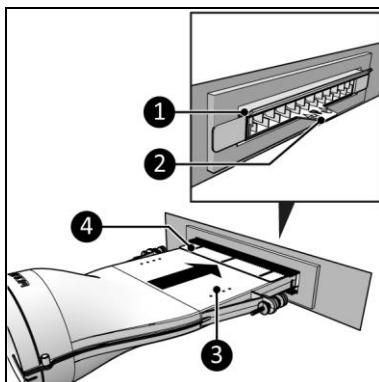
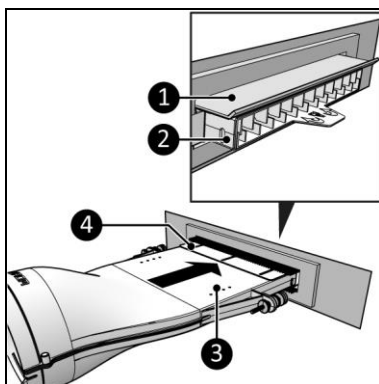
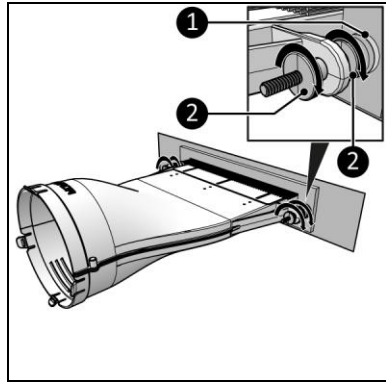

Abbildung 3
Abbildung 4
Abbildung 5
1. Führen Sie den Hauptkörper (Abbildung 3, Pos. 3) in den Durchgang ein (Abbildung 3, Pos. 4).
2. Stellen Sie sicher, dass nur der Griff (Abbildung 3, Pos. 2) aus dem Briefkasten herausragt (Abbildung 4, Pos. 1).
1. Führen Sie den Hauptkörper (Abbildung 4, Pos. 3) in den Durchgang ein (Abbildung 4, Pos. 4).
2. Stellen Sie sicher, dass der Hauptkörper (Abbildung 4, Pos. 3) aus dem Briefkasten herausragt (Abbildung 4, Pos. 2), sodass die Briefkastenklappe (Abbildung 4, Pos. 1) offen bleibt und auf dem Hauptkörper ruht.
3. Stellen Sie beide Seiten mit den Einstellschrauben ein und ziehen Sie sie fest (Abbildung 5, Pos. 2).
4. Stellen Sie sicher, dass die Stützen (Abbildung 5, Pos. 1) gegen die Innenseite der Tür gedrückt werden. Wenn die Briefkastenklappe nach innen geht, stellen Sie sicher, dass nur der Griff (Abbildung 3, Pos. 1) aus dem Briefkasten herausragt.